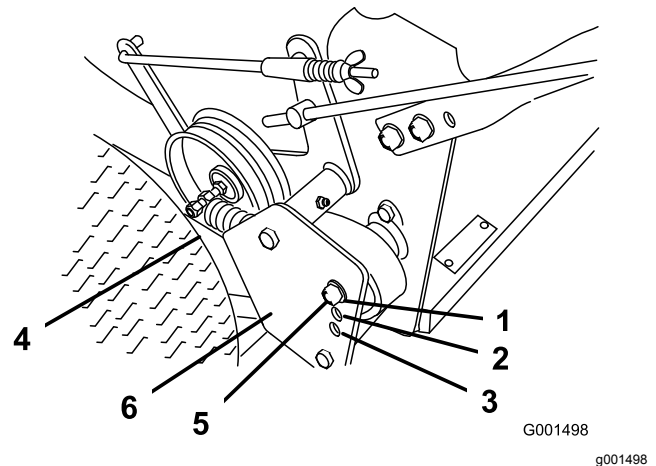

Figure 36
4. Décrochez le ressort d'entraînement du boulon de réglage (Figure 36).
5. Enlevez le contre-écrou qui fixe le boulon de réglage à la protection de la poulie d'entraînement (Figure 36).
Remarque: La tension de la courroie de transmission aux roues est au minimum quand le boulon est à la position A. La tension augmente aux positions B et C (Figure 36).